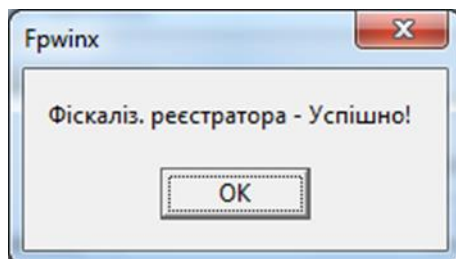

Рисунок 26
5.11 Якщо реєстратор підключено до COM-порта комп'ютера, то з'явиться вікно (рисунок 26). Відбудеться перезавантаження реєстратора. Роздрукується чек (рисунок 27).